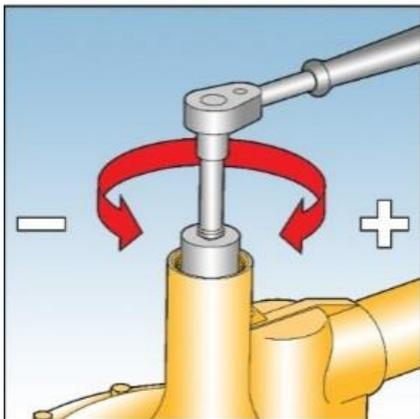

Fig. 11
3. Desrosqueie totalmente e remova o tampa, Veja Fig. 11.
10. Recoloque a tampa superior para regulagem da mola, garantindo que a tampa interna fique na parte superior do alojamento. Veja Fig. 11. (Se a válvula for só para bloqueio por baixa pressão, garanta que o tubo espaçador esteja bem apertado)